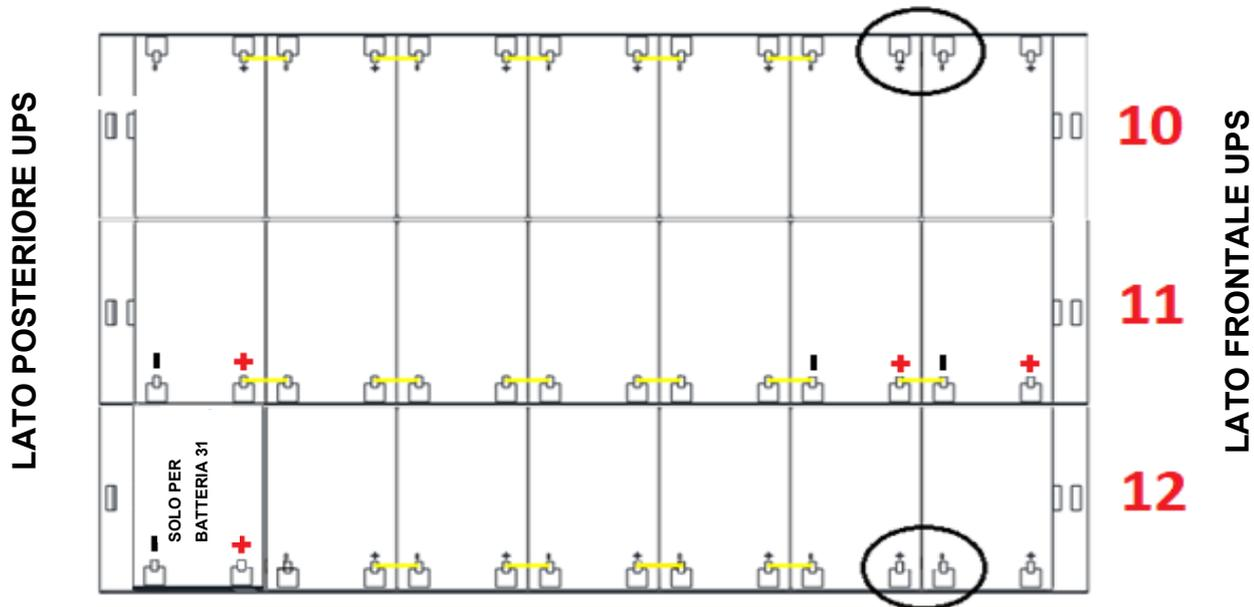

Figura 39 - Vista dall'alto Piano N°4
11) Sul Piano n°4 inserire i cassettei n°10-11-12 rispettando la posizione come dimostrato in figura 39.